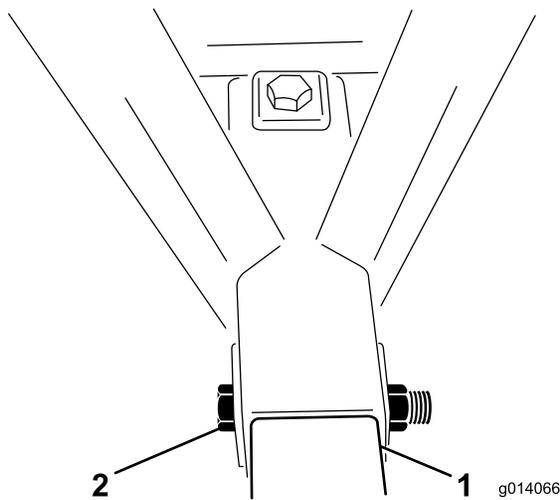

Рисунок 4
5. Проденьте один болт на 1 x 6–1/2 дюйма через раму и трубу сцепного устройства и установите контргайку (Рисунок 4).
6. Проденьте второй болт на 1 x 6–1/2 дюйма сверху вниз через раму и трубу сцепного устройства. Установите контргайку (Рисунок 4).